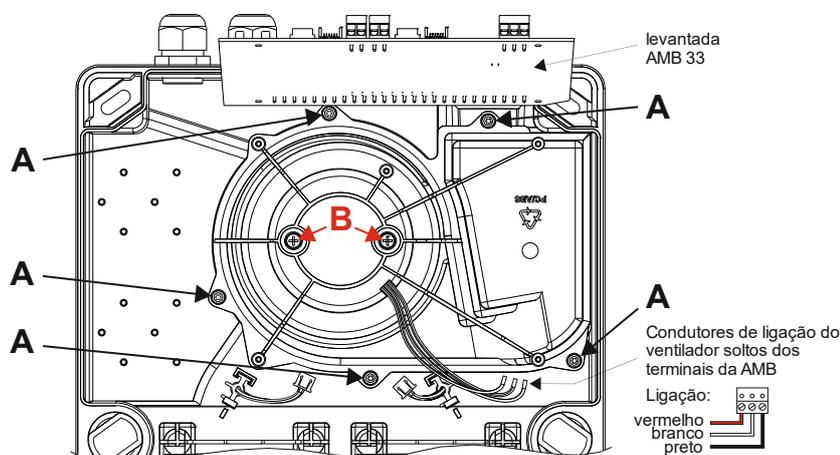

Fig. 50 Desmontagem da unidade de ventilação por aspiração
Para substituir a unidade de ventilação por aspiração AFU 35, a placa principal AMB 33 tem de ser desmontada. Para tal, todas as ligações de cabos internas têm de ser prévia e cuidadosamente desapertadas. Os três condutores de ligação do ventilador têm de ser soltos dos terminais de ligação. Os terminais de ligação por encaixe 1 a 26 não têm de ser obrigatoriamente retirados. Depois de retirados os parafusos de montagem da AMB 33 com uma **chave de fendas Torx T10**, a AMB 33 pode ser levantada no sentido das inserções de cabos para deixar acessíveis os parafusos de montagem da unidade de ventilação por aspiração. Para desmontar a unidade de ventilação por aspiração, os cinco parafusos **A** têm de ser desapertados com uma **chave de fendas Torx T15** (ver a Fig. 50).
- Ao ligar-se a nova unidade de ventilação por aspiração é necessário ter em atenção a cor dos condutores (conforme Fig. 50).